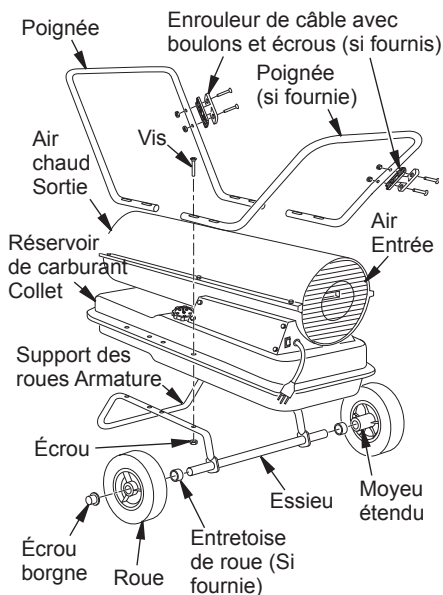

Figure 7 - Assemblage de la roue et de la poignée, modèles 115/165 uniquement
**IMPORTANT** : en installant les roues, pointez le moyeu le plus long des roues vers l'armature de montage des roues (voir figure 7).